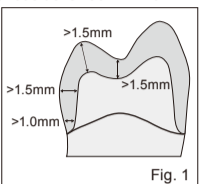

Fig. 1
- Préparez les marges avec un chanfrein profond ou un épaulement arrondi. (Figure 1)